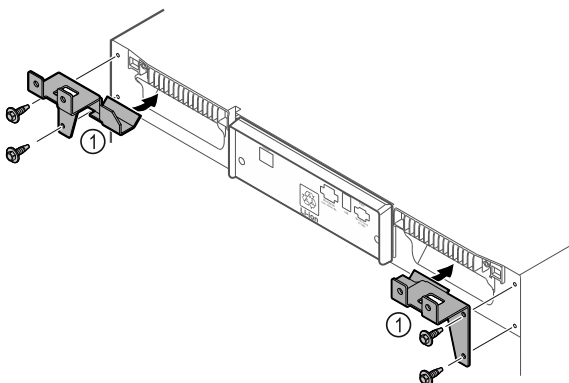

Fig. 9
- ▶ Монтирайте крепежните части Fig. 9 (1) на уреда с приложените части.